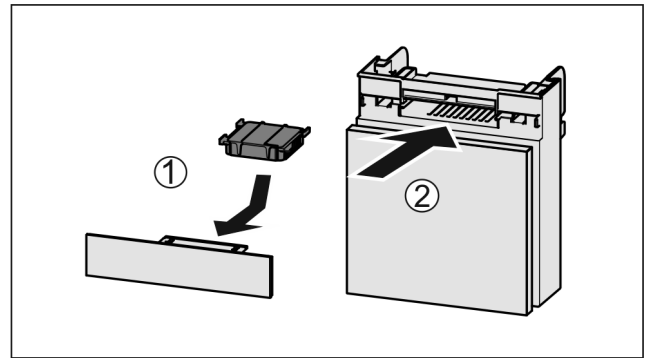

Fig. 46
- ▶ Вставити фільтр з активованого вугілля за малюнком Fig. 46 (1).
- ▶ Вставити відділення Fig. 46 (2).